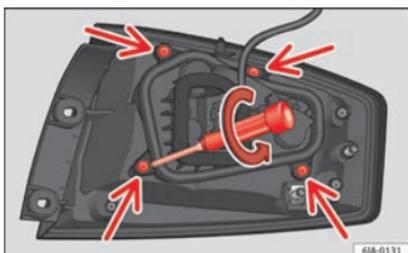

Fig. 100 Vis de fixation au dos de l'unité des feux arrière.
- Dévissez les quatre vis de fixation du support d'ampoule dans le sens contraire des aiguilles d'une montre avec le tournevis fourni ou une clé Torx 20 (T20) » fig. 100. Veillez à ne pas perdre les vis de fixation du support d'ampoule.